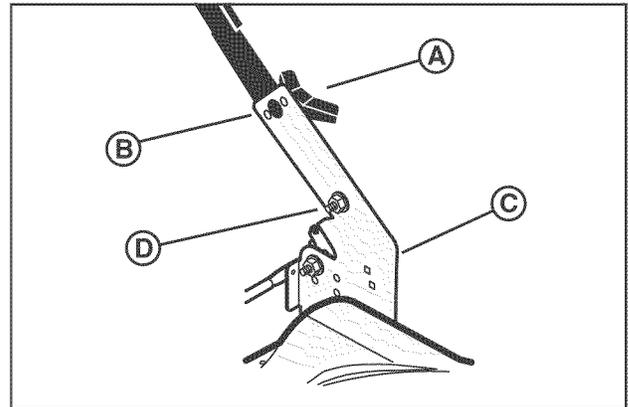
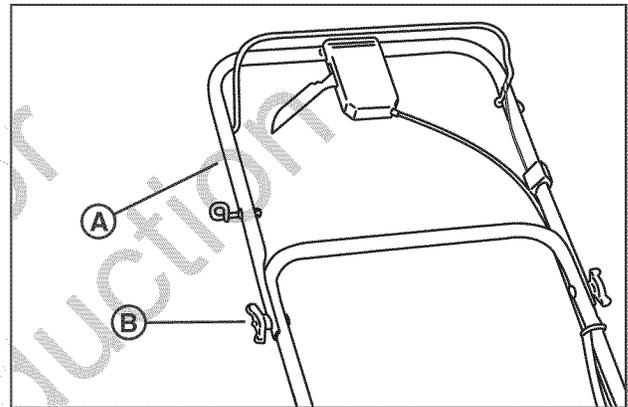

Figure 1: Déplier la poignée inférieure
Figure 2: Déplier la poignée supérieure
3. Enlever les ailettes (A, Figure 1), rondelles (non illustrée) et les boulons (B) de chacun des supports droit et gauche de la poignée (C).
**REMARQUE :** Ne retirez pas la partie inférieure de la visserie de poignée (C).
4. Levez la poignée inférieure en l'alignant sur l'un des trois ensembles de trous des supports de la poignée (C). Remettre en place les boulons, rondelles et écrous à oreille.
5. Amener la poignée supérieure (A, Figure 2) sur la position (verticale) de fonctionnement. Serrer les vis (B).